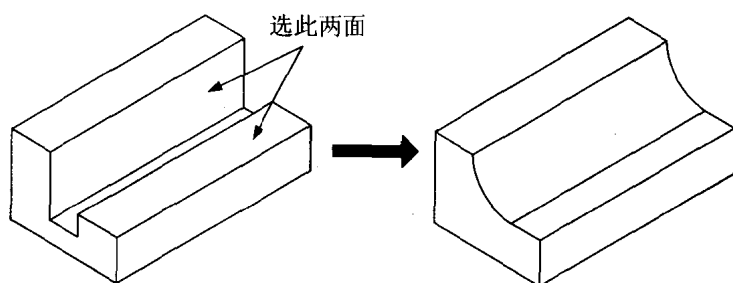

图 1.8
- ◆ **Surf-Surf(曲面-曲面):** 在两个面之间产生圆角曲面, 这两个面并不需要有共同的边。例如, 图 1.8 是以 Surf-Surf 的方式选两个不相邻的面做圆角。